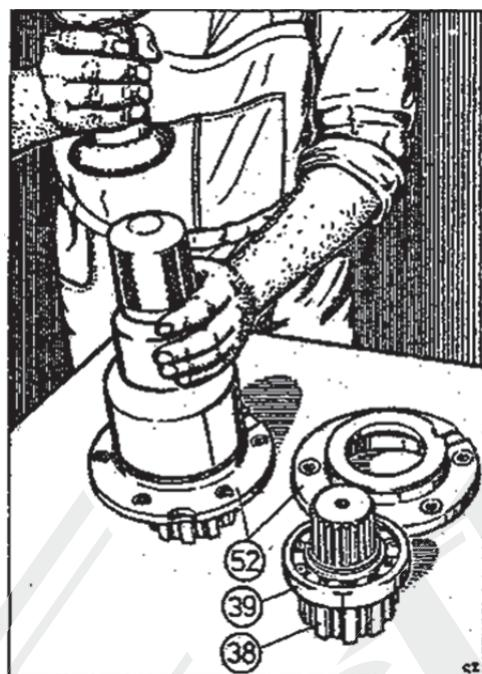

Рис. 2-42. Вдавливание держателя 52 на подшипник 30 на валике 38.
14. Вдавить с помощью втулки держатель 32 на подшипник 39 на валике 38 /рис. 2-42/.